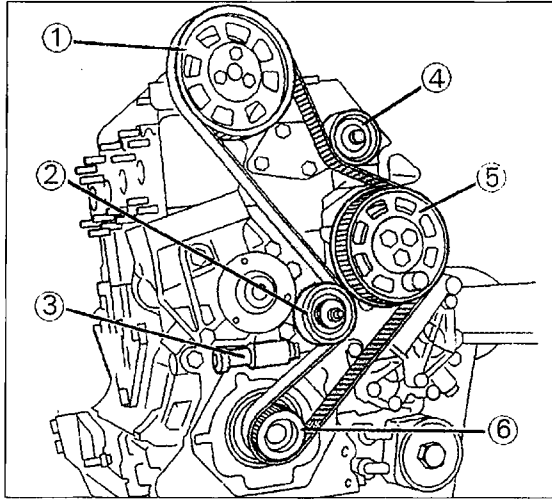

Bild 112
- Eine Stecknuss oder einen Ringschlüssel an der Mittelschraube der Kurbelwellenriemenscheibe ansetzen und den Motor durchdrehen, bis der Kolben des ersten Zylinders auf dem oberen Totpunkt steht. Dies kann man anhand von Bild 112 kontrollieren, d. h. das Steuerzeichen „A“ im Steuerrad der Nockenwelle muss in einer Linie mit dem Zeichen „B“ im Zylinderkopfdeckel stehen.
- Kontrollieren, dass die Steuerzeichen „A“ und „B“ in Bild 112 noch in der gezeigten Stellung stehen. Falls dies nicht der Fall ist, die Nockenwelle und Kurbelwelle entsprechend verdrehen. Daran denken, dass die Kolben gegen die Ventile anschlagen können, d. h. beide Wellen nur sehr langsam durchdrehen.